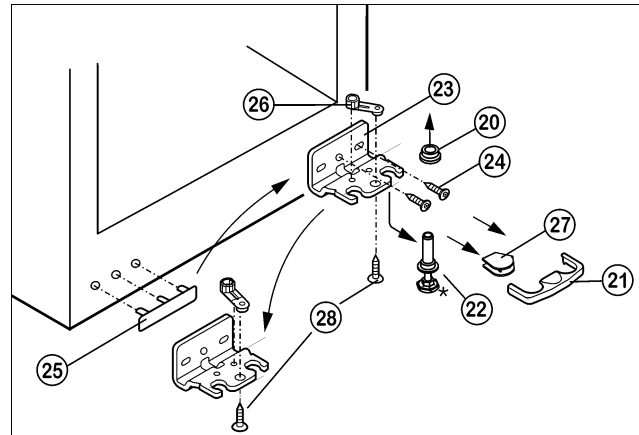

Fig. 9
- ▶ Trekk sikringen Fig. 9 (21) forover og av.
- ▶ Trekk dekselet Fig. 9 (27) av.\*
- ▶ Skru justeringsfoten Fig. 9 (22) helt inn.
- ▶ Skyv lagerbolten Fig. 9 (22) ned og trekk den ut foran. Ta hensyn til hengselageret Fig. 9 (20).
- ▶ Skru av lagerbukken Fig. 9 (23)(2 x torx 25) Fig. 9 (24).
- ▶ Skru av lageret Fig. 9 (26)(1 x torx 25) Fig. 9 (28) og flytt det over til festehullet til lagerbukken på motsatt side, skru det fast igjen.
- ▶ Løft forsiktig av dekselet Fig. 9 (25) på håndtakssiden og flytt det over til den andre siden.
- ▶ Skru lagerbukken Fig. 9 (23) ev. med batteridrevet skrumaskin på igjen på den andre hengselsiden gjennom det ytre langhullet og rundhullet.
- ▶ Sett dekselet Fig. 9 (27) på på motsatt side.\*
- ▶ Sikringen (21) må gå sidelengs i inngrep på lagebukken, slik at lagerbolten og dermed døren er sikret.
- ▶ La sikringen (21) gå i inngrep på lagerbukken igjen.
- ▶ Sett hengselageret Fig. 9 (20) på igjen.
- ▶ Sett døren ovenfra ned på den nedre lagerbolten *Fig. 9 (22)*.
- ▶ Juster ev. døren over de to langhullene i nedre lagerbukk *Fig. 9 (23)* i flukt med enhetens kabinett. **For enheter med lukkedemper** skrur ev. den midtre skruen ut.